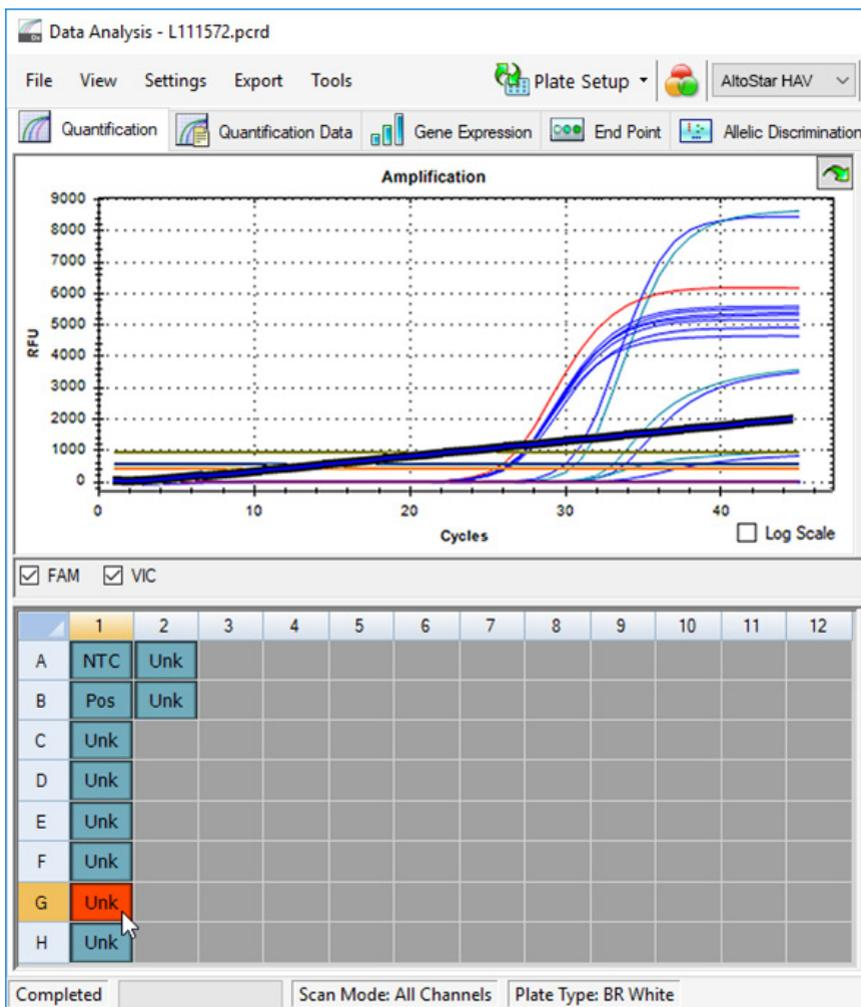

Figura 6: Janela Data Analysis (Análise de Dados): sinal PCR irregular
- Identifique os poços com sinais PCR irregulares (aumento de sinal linear, picos de sinal, etc.) em qualquer um dos canais de detecção FAM™ (alvo de HAV) e VIC™ (IC) (consulte a figura 6).